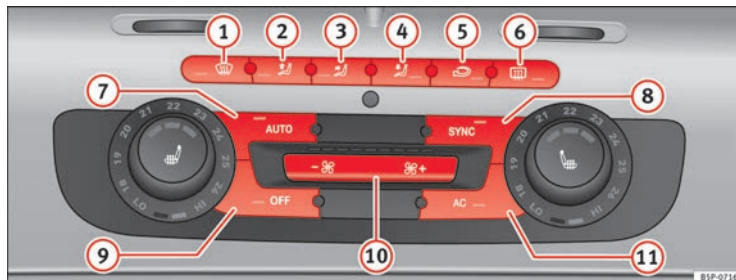

Fig. 136 Sur la planche de bord : éléments de commande du Climatronic bi-zone.
- Pour activer le mode manuel, appuyez sur l'une des touches ⇒ fig. 136 ① à ⑤, ou sur les touches de la soufflante ⑩. La fonction sélectionnée apparaîtra sur l'écran de l'autoradio ou du navigateur.
- Appuyez sur le bouton **↻** ⇒ **fig. 136 ②** pour activer ou désactiver le mode recyclage de l'air ambiant. Il est activé si vous voyez sur l'affichage le symbole **↻**.